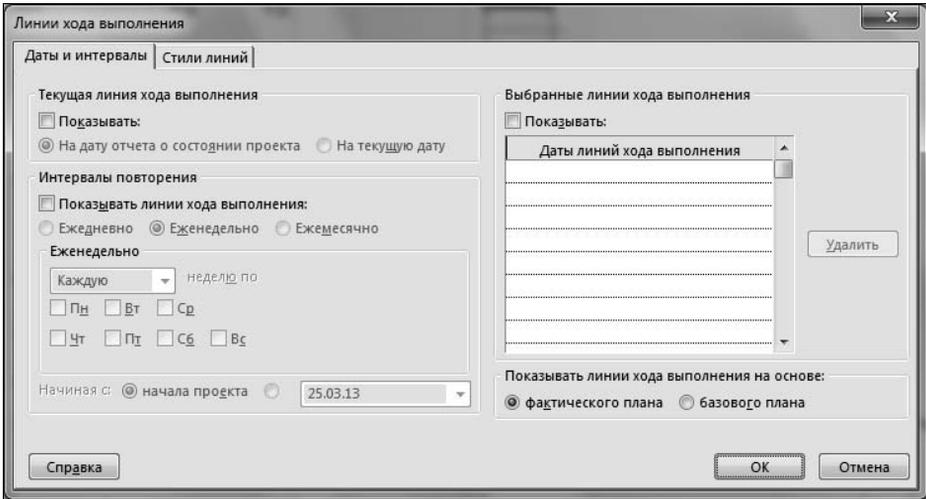

Рис. 8.1.2. Диалоговое окно управления линиями хода выполнения задач, вкладка **Даты и интервалы**
Диалоговое окно, открываемое при выборе этой команды (рис. 8.1.2), содержит две вкладки: **Даты и интервалы** и **Стили линий**. Первая позволяет вставить в календарную диаграмму нужные линии хода выполнения задач, а вторая — отформатировать их.
3. Окно **Линии хода выполнения** имеет две вкладки, и по умолчанию открывается вкладка **Даты и интервалы** (рис. 8.1.2).
5. В области **Показывать линии хода выполнения** на основе (см. рис. 8.1.2 внизу справа) находятся два переключателя. Выбор переключателя фактического плана позволяет определить привязку линий хода выполнения к внесенным в базу данных Project отчетным данным — т. е. к текущему состоянию проекта, а пере-
- Перейти на вкладку **Даты и интервалы** появившегося окна (см. рис. 8.1.2).
2. В правой части окна, показанного на рис. 8.1.2, расположены элементы управления, позволяющие включать в календарную диаграмму линии хода выполнения задач для произвольных дат. Для этого необходимо установить флажок **Показывать** в области **Выбранные линии хода выполнения**.
3. После этого активизируется поле **Даты линий хода выполнения**, предназначенное для управления датами, определяющими линии хода выполнения задач, также расположенное в правой части показанного на рис. 8.1.2 окна.
В алгоритмах 8.1.1–8.1.5 были рассмотрены возможности вкладки **Даты и интервалы** окна **Линии хода выполнения** (см. рис. 8.1.2). Вкладка **Стили линий** этого окна позволяет использовать возможности Project для форматирования линий хода выполнения с помощью алгоритма 8.1.6.